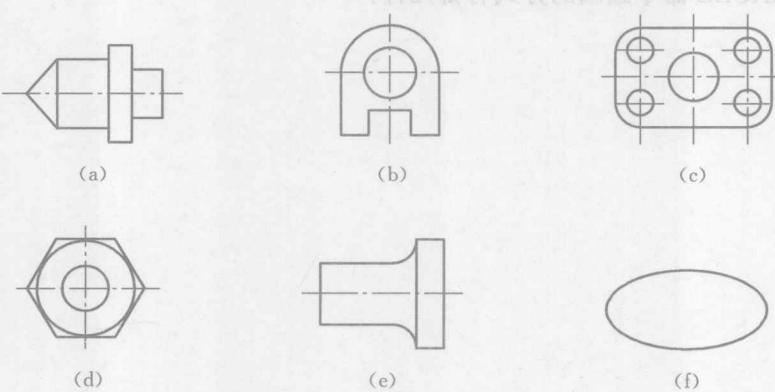

图 1-1
- (1) 熟悉 OPTIONS 命令,掌握 AutoCAD 的环境参数设置。
- (2) 熟悉 AutoCAD 中各功能键的作用。
- (3) 熟悉命令输入的 3 种方式和数据的输入方式。
- (4) 正确掌握常用文件操作,如 NEW、OPEN、CLOSE、SAVE、SAVEAS、EXIT 等。
- (5) 熟悉 LIMITS、UNITS 命令,掌握绘图环境的建立方法。
- (6) 熟悉 HELP 命令,掌握帮助命令的使用。
- (7) 练习 AutoCAD 的常用绘图命令:如 POINT、LINE、MLINE、CIRCLE、ARC、PLINE、DONUT、RECTANG、POLYGON、ELLIPSE、SOLID、TEXT、MTEXT 等。
- (8) 用 AutoCAD 绘制如图 1-1 所示的图形。
1 用 AutoCAD 绘制图 1-1 的步骤